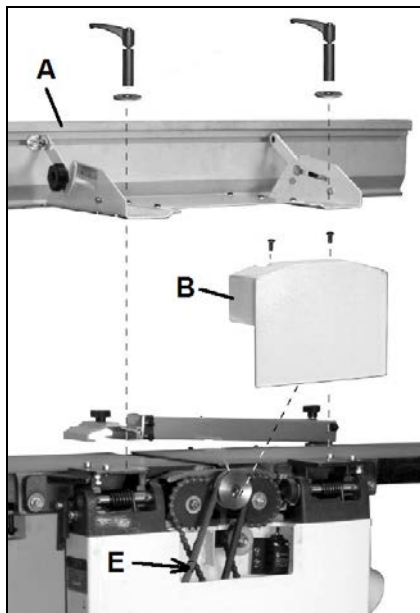

Fig 13
Entfernen Sie den Fügeanschlag (A, Fig 13) und die Riemenabdeckung (B).
Prüfen Sie die Parallelität mit einem Holzblock (B, Fig 13), kurbeln Sie den Tisch (C) dabei vorsichtig nach oben.